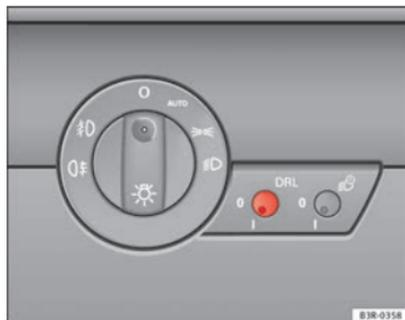

Fig. 88 Conmutador de la luz diurna
- Pulse brevemente el botón ⇒ fig. 88 para sacarlo de su posición.